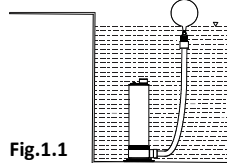
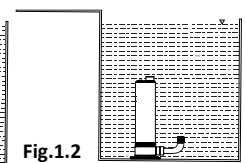

Fig.1.1
Fig.1.2
- Die Pumpe kann auf der flachen Oberfläche eines Tanks mit einem festen oder variablen Filter (fig.1.1 / fig.1.2) installiert werden, so dass die Pumpe nicht die Abrasion nicht anheben. Verwenden Sie keinen Fußventil oder Rückschlag in der Saug- oder direkt am Pumpenausgang setzen (das Rückschlagventil muss über den Tank oder nach installiert werden).
- Die Pumpe darf nicht hängend gehalten werden. Die Pumpe muss auf der flachen Baumwolloberfläche liegen (Abb.1.1 / Abb. 1.2).